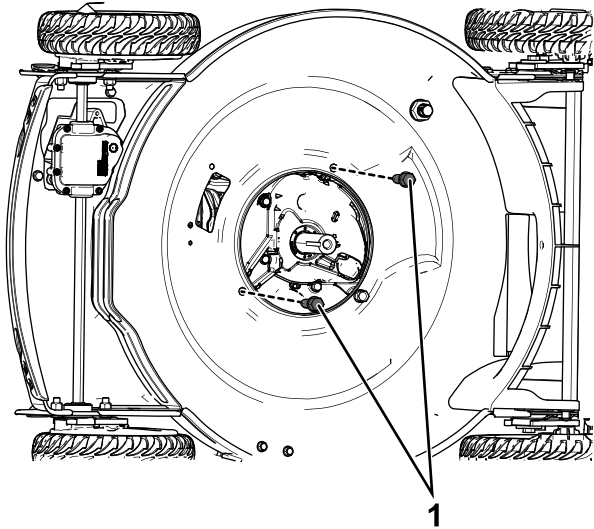

Figura 5
1. Instale los 2 pernos de montaje del motor ($\frac{3}{8}$ " x 1") y apriételos a 46 N·m; consulte **Figura 5**.